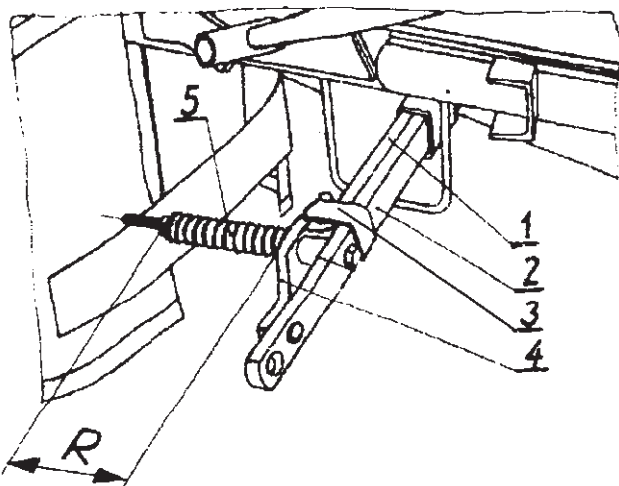

Рис. 4. Предохранитель косилки Z-178 в положениях:
- Рамы навески (1)
- Центрального шарнирного бруса (2) вместе с механизмом передачи привода (3)
- Главной несущей рамы барабанов (4)
- Барабанов режущего аппарата (5)
- Механизма кожухов (6)
- Предохранителя (Рис.4).